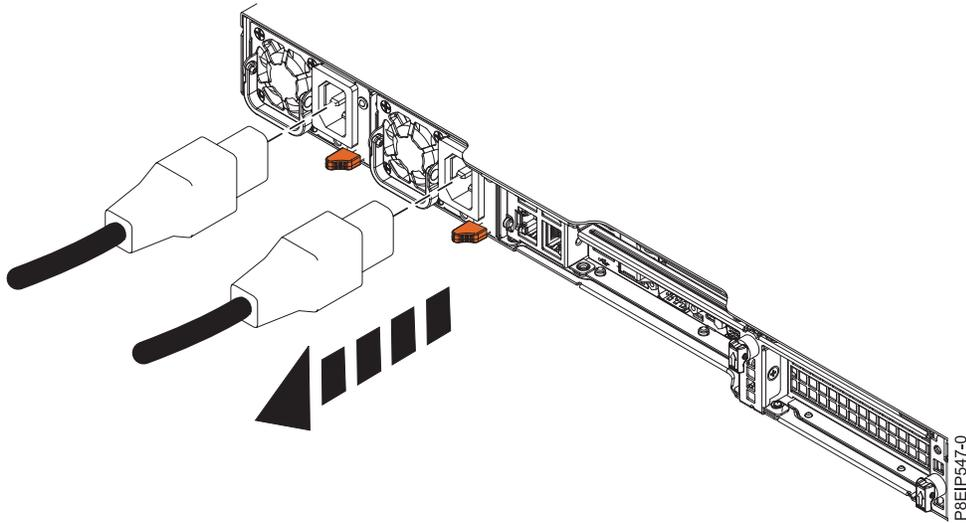

Figura 78. Extracción de los cables de alimentación del sistema
2. Etiquete y desconecte los cables de alimentación de la unidad del sistema como se muestra en la Figura 78 en la página 115.